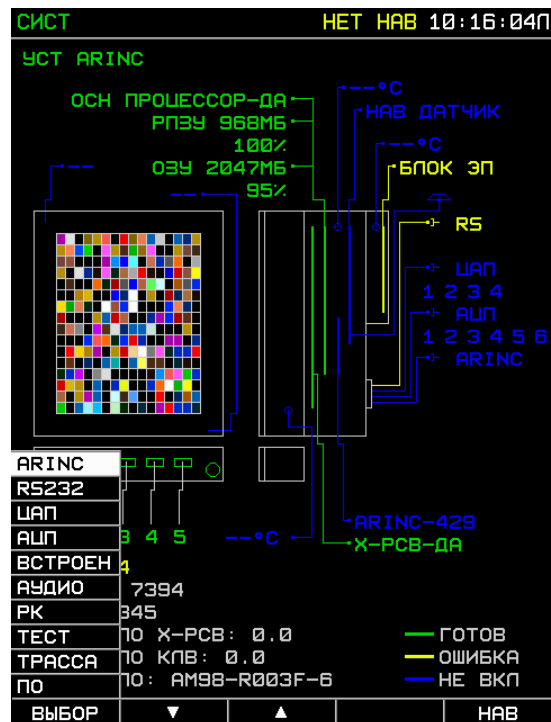

Рис. 27. Выбор функции работы с УСТАНОВКАМИ изделия
4. После набора всех цифр номера нажать кнопку ВВОД. При правильном наборе номера в левом нижнем углу дисплея появится меню работы с УСТАНОВКАМИ изделия (Рис. 27).